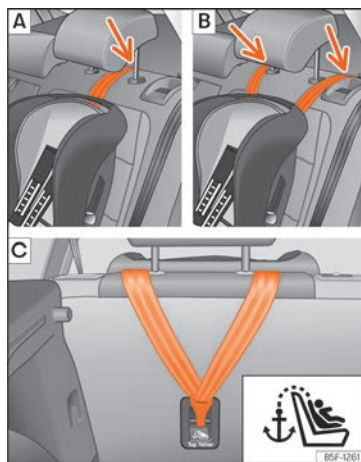
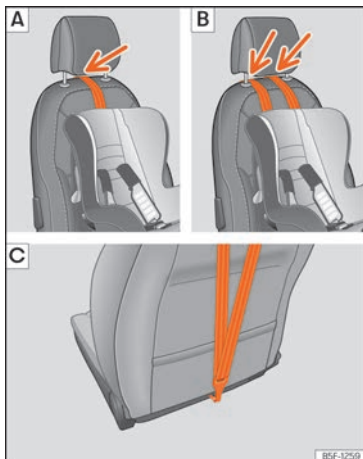

Fig. 34 Asientos traseros: ajuste y montaje en función del cinturón Top Tether.
Fig. 35 Asiento del acompañante: ajuste y montaje en función del cinturón Top Tether.
zas si fuera necesario) » » fig. 34 [A]/[B], » » fig. 35 [A]/[B].
- Deslice la correa y fíjela correctamente con el anclaje de la parte posterior del respaldo » » fig. 34 [C], » » fig. 35 [C].